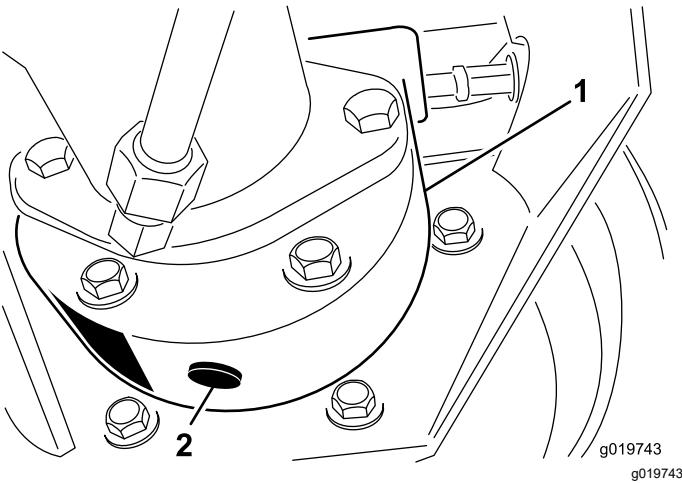

Figura 87
3. Mettete una bacinella sotto la scatola del freno, togliete il tappo di spurgo e lasciate defluire l'olio (Figura 87).